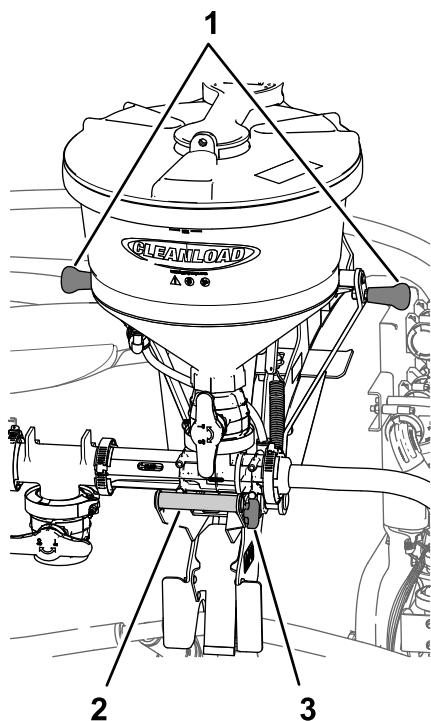
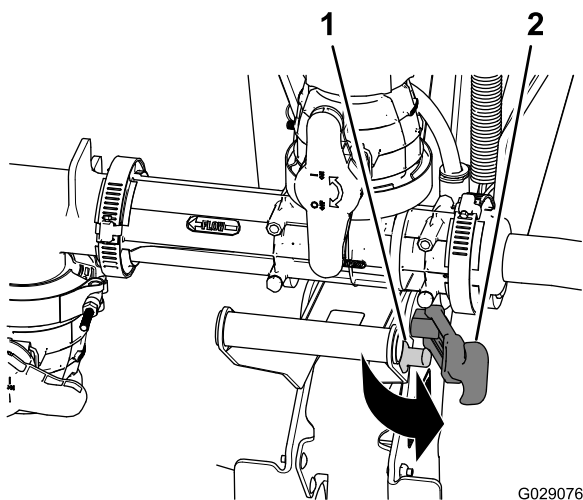
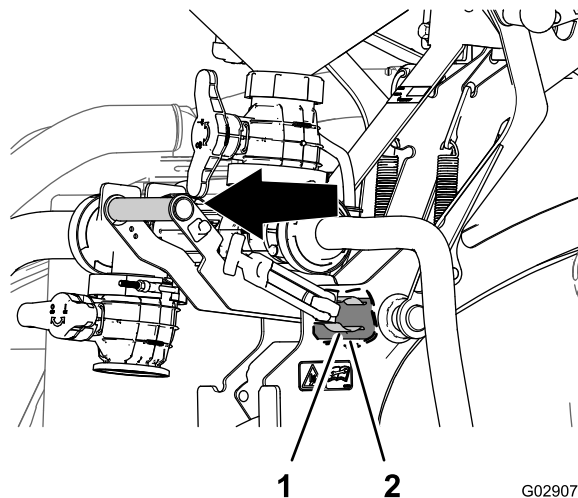
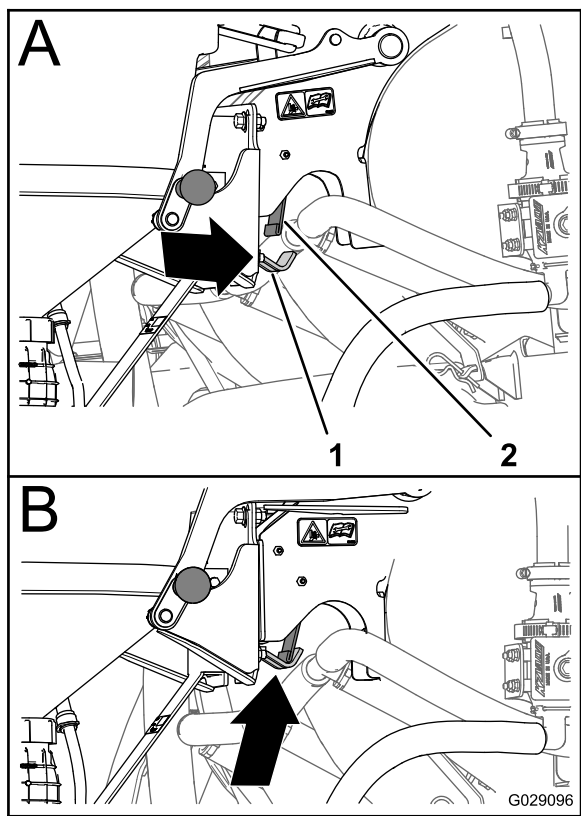

図 31
図 32
図 33
図 36
1. エダクタのハンドルを握りラッチポストからラッチハンドルを外す 図 31 と 図 32。
2. エダクタのハンドルの他にエダクタのクレードル上部でもエダクタのハンドルを握り、ハンドルを引き出すようにしてスプリングクリップをピボットチューブから外す 図 31 と 図 33。
5. バックプレートのラッチがスプリングプレートの下へ来たら 図 36 の A、エダクタのハンドルを車体内側へ回転させてラッチのフック部分をスプリングプレートの裏側に合わせる 図 36 の B。
1. エダクタのハンドルの他にエダクタのクレードル上部のハンドルも握り、ハンドルを外側に引き出すようにしてラッチのフック部分をスプリングプレートの外側に合わせる 図 33 と 図 36。
4. エダクタのハンドルを押し込んでフックをラッチロッドまで上げ、スプリングクリップがピボットチューブの周囲に完全に収まるようにする 図 33。
5. ラッチハンドルを引いてラッチポストに止める 図 32。